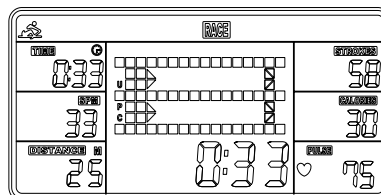
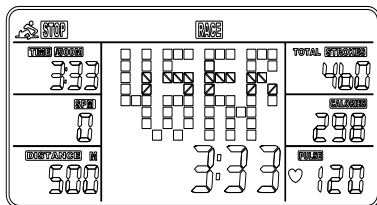

Abb. 6
Abb. 7
A. Drücken Sie zum Starten die START-Taste und STOP erlischt. USER und PC werden in der Matrix angezeigt (Abb. 6). Der Zähler stoppt, wenn entweder der Benutzer oder der Zähler die eingestellte Renndistanz erreicht hat. Anschließend zeigt die Matrix „PC WIN“ oder „USER WIN“ an (Abb.7).